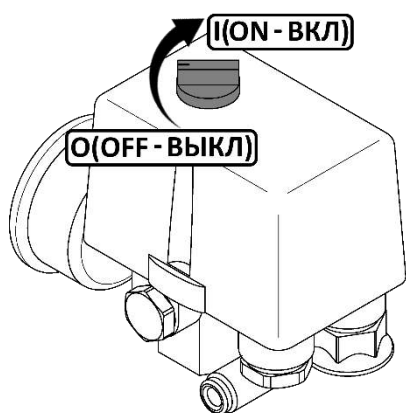
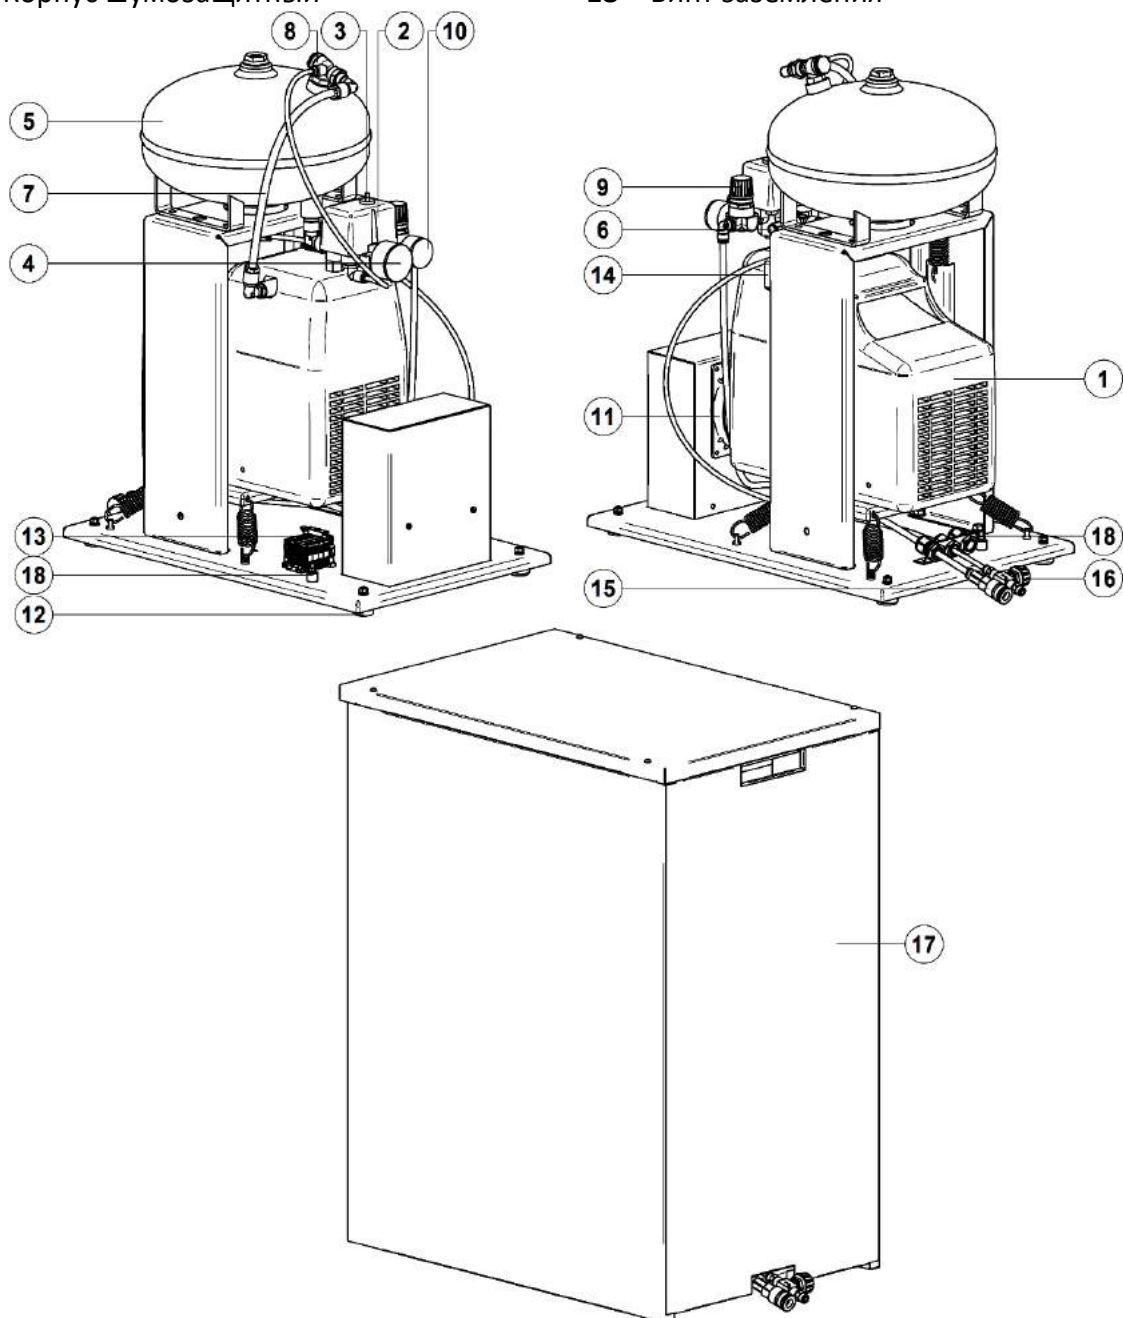

Рисунок 3
Рисунок 4 - Общий вид компрессора KM-8.F114K
7.5.8 Провод заземления подключите к винту заземления **18** (рисунок 4). При наличии заземляющего контакта в сетевой розетке дополнительное заземление не требуется.
- Проверьте, чтобы выключатель на реле давления находился в выключенном положении "O" (рисунок 3).
- Выключить компрессор выключателем **3** на реле давления (рисунок 4). Для этого необходимо переключить выключатель в положение "**О**" (рисунок 3). После этого остановится двигатель и произойдет сброс давления из нагнетательного воздухопровода и поршневого блока.
- Переключите выключатель **3** на реле давления (рисунок 4) в положение "О" (рисунок 3).
- После того, как блок поршневой **1** остынет до допустимой температуры, включите тепловое реле, нажав кнопку включения теплового реле **13** (рисунок 4).
- Снимите крышку всасывающего фильтра **14** (рис. 4), вывернув винт;